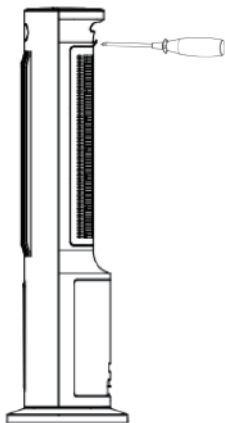

figure 1
1. Comme indiqué sur la figure 1, ouvrez d'abord le volet du réservoir d'eau en haut de l'appareil, puis ajoutez lentement de l'eau, pas trop vite afin d'éviter que l'eau ne déborde vers les composants électriques à l'intérieur de l'appareil, ce qui pourrait provoquer une situation dangereuse. Arrêtez d'ajouter de l'eau lorsque le niveau d'eau atteint la ligne «max».